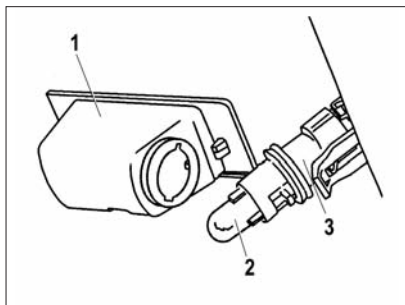

**Рис. 60. Фонарь освещения номерного знака автомобиля с кузовом «седан»**
**Рис. 60а. Фонарь освещения номерного знака автомобиля с кузовом «лифтбек»**
На автомобиле с кузовом «седан» перегоревшую лампу **3** (рис. 60) в фонаре освещения номерного знака меняйте только после его снятия с автомобиля, для чего отверните винты **6**, вставьте отвертку в паз **4**, нажмите пальцем к центру защелку **5** и отверткой аккуратно снимите рассеиватель **2**. Лампа **3** в корпусе **1** удерживается пружинными контактами.
На автомобиле с кузовом «лифтбек» для замены лампы в фонаре освещения **1** (рис. 60а)